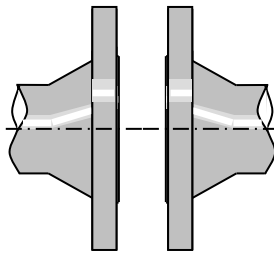

図5 面間が大きい
- フランジ面間が大きく開いていると、大きなボルト締付力を与えても、実際のガasket面圧が小さく、漏れの原因となりますので修正してください。（図5参照）